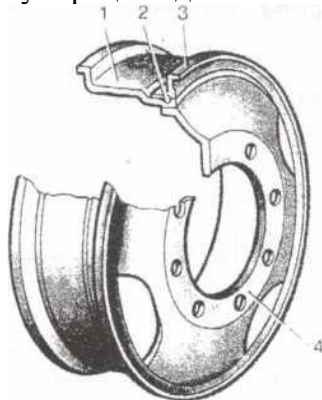

Рис. 24.1. Дисковое колесо с плоским ободом:
1. Обозначьте в соответствии с нумерацией детали колеса (рис. 24.1).